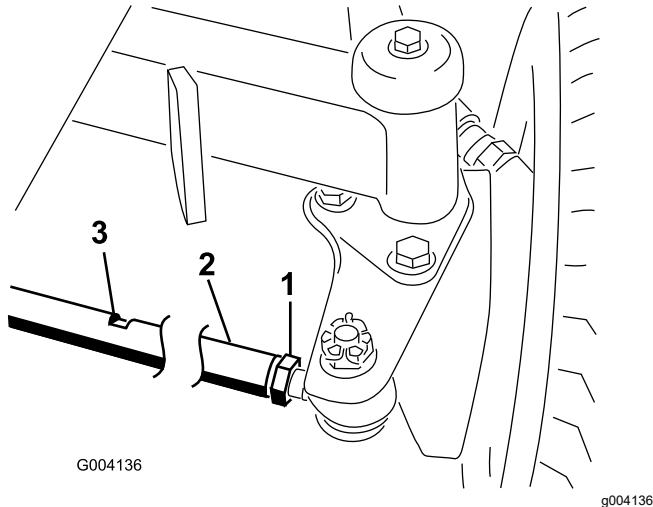

Figure 63
2. Desserrez l'écrou de blocage à chaque extrémité de la biellette (Figure 63).
3. Pour faire pivoter les roues, tournez la biellette au niveau des méplats (Figure 63).
6. Serrez l'écrou de blocage à chaque extrémité de la biellette (Figure 63).